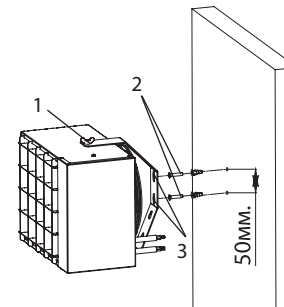
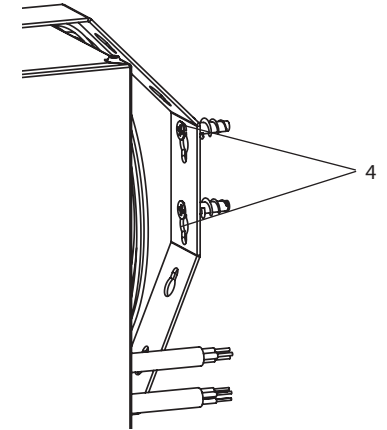

Рис.5 - Монтаж прибора на стену
Рис.6 - Паз фиксации на кронштейне подвеса.
2) Подвесить прибор (1) совместив шляпки дюбель-гвоздей (2) (не входят в комплект поставки) с проходными отверстиями на кронштейне подвеса (3) (Рис. 5) Сместить в паз для фиксации (4). (Рис. 6)